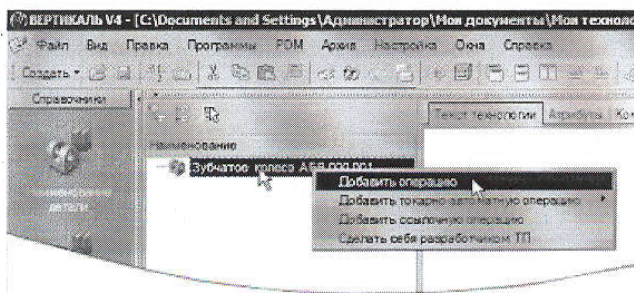
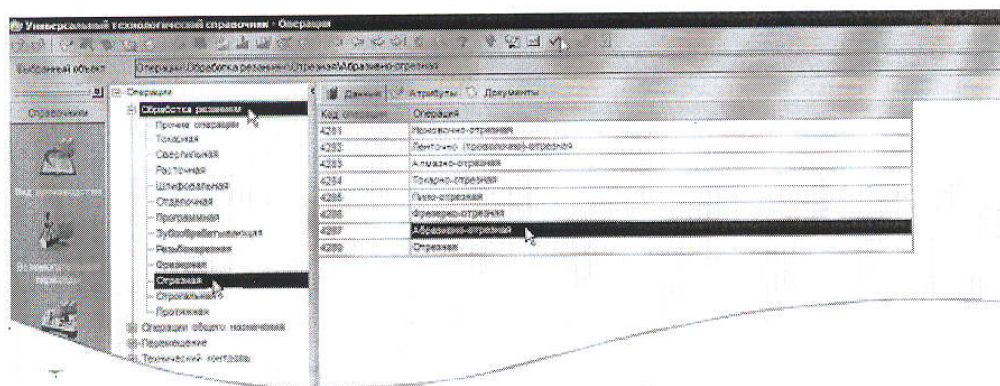

Рисунок 14
Рисунок 15
1. Установите курсор в окне дерева ТП на названии детали. Нажмите правую кнопку мыши и выберите **Добавить операцию** (рис. 14). В открывшемся окне справочника операций последовательно выберите *Обработка резанием – Отрезная – Абразивно-отрезная* и нажмите кнопку **Применить** (рис. 15)